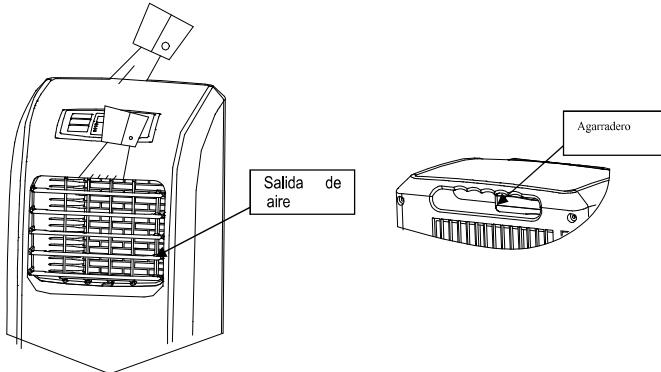

Figura 19
- (1). Para manejar o mover la unidad, sostenga la parte superior de la salida de aire de la carcasa frontal con una mano y el agarradero en la parte superior de la carcasa posterior con la otra mano, y deje la unidad en posición vertical. (como se muestra en la figura 19).